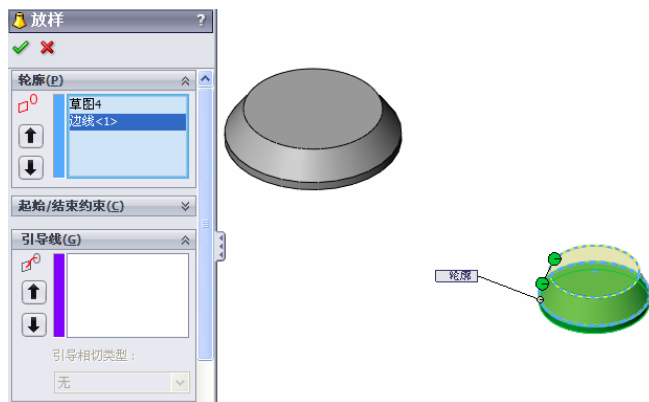

图 4-112 连杆小端放样特征
⑬ 绘制圆。以基准面 1 为草图绘制平面，捕捉连杆小端拉伸特征的圆心，绘制一个直径为 41mm 的圆，并退出草图。
⑭ 生成放样特征。单击“特征”工具栏上的“放样”按钮，在属性管理器中，单击按钮右侧的显示框，然后在图形区域中依次选取连杆小端拉伸基体的上部边线和上步绘制的圆为放样轮廓线，如图 4-112 所示。单击“确定”按钮，从而生成连杆小端放样特征。